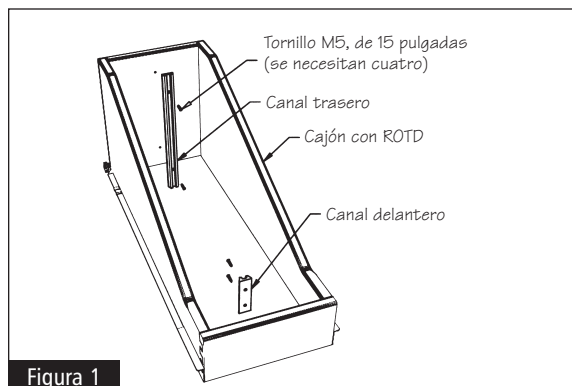

Figura 1
- 2** Alinee los canales delantero y trasero con los agujeros guía ubicados en las partes delantera y trasera del cajón con divisor para bandejas de extensión (como se muestra en la Figura 1).